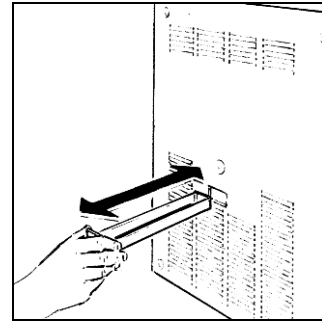

Fig. 27
- Enlever le petit tiroir latéral comme indiqué sur la figure 27 et vérifier l'absence de toute trace d'égouttement en ayant soin, ensuite, de replacer à nouveau le tiroir.